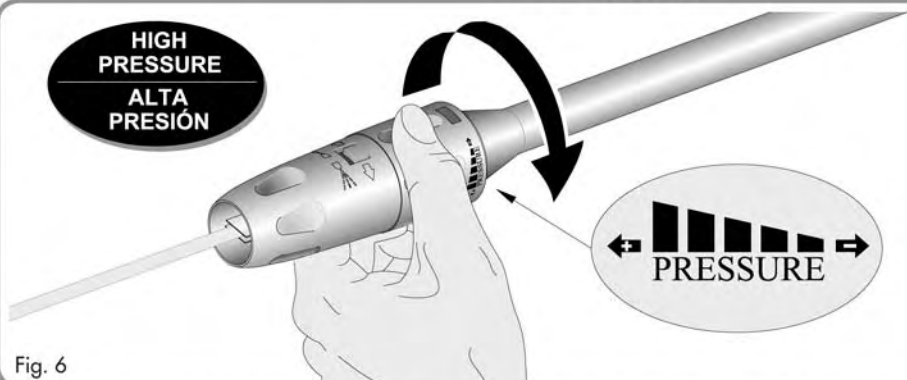
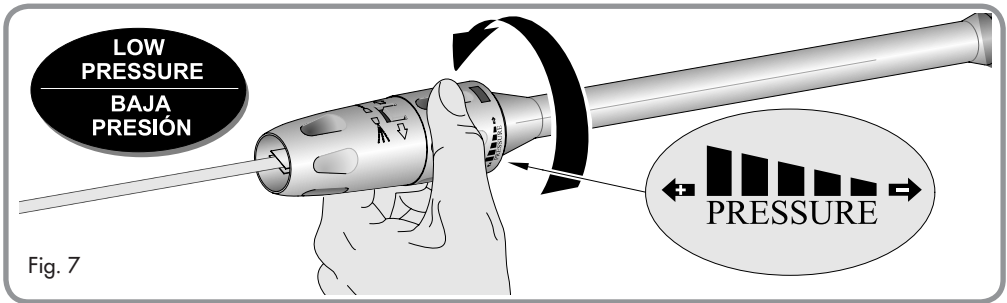

Fig. 6
Fig. 7
4.2 HIGH PRESSURE/LOW PRESSURE (see Fig.6 and Fig.7)
The high pressure nozzle position is intended for cleaning. When high pressure is required, turn the gray collar fully clockwise. (Fig. 6)
NOTE: Make sure the gray collar is turned fully counter-clockwise to lock the nozzle in the high pressure position. (Fig. 6)
La boquilla de inyección de alta presión tiene la función de limpiar. Cuando se requiere presión alta, girar la abrazadera gris en el sentido de las agujas del reloj (Fig.6).
NOTA: Asegurarse de que se haya hecho girar completamente la abrazadera gris en el sentido de las agujas del reloj para cerrar la boquilla en la posición de alta presión (Fig.6).
The low pressure position is intended for dispensing detergent. When low pressure is required, turn the gray collar clockwise (Fig. 7 next page).
La posición de presión baja está proyectada para administrar el detergente. Cuando se requiere presión baja, girar la abrazadera gris en el sentido contrario a las agujas del reloj. (Fig. 7 página siguiente).